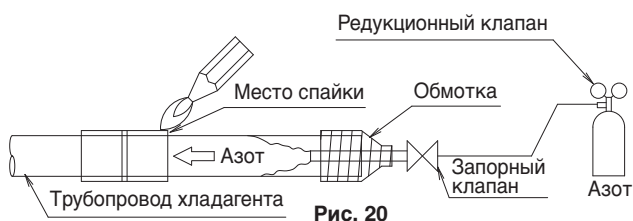

Рис. 20
- * Перед пайкой трубопровода для хладагента дождитесь, пока азот вытеснит из него воздух. Затем выполните запаивание (ПРИМЕЧАНИЕ 2). (См. рис. 20.) После завершения работы по запаиванию, выполните раструбное соединение с внутренним агрегатом.